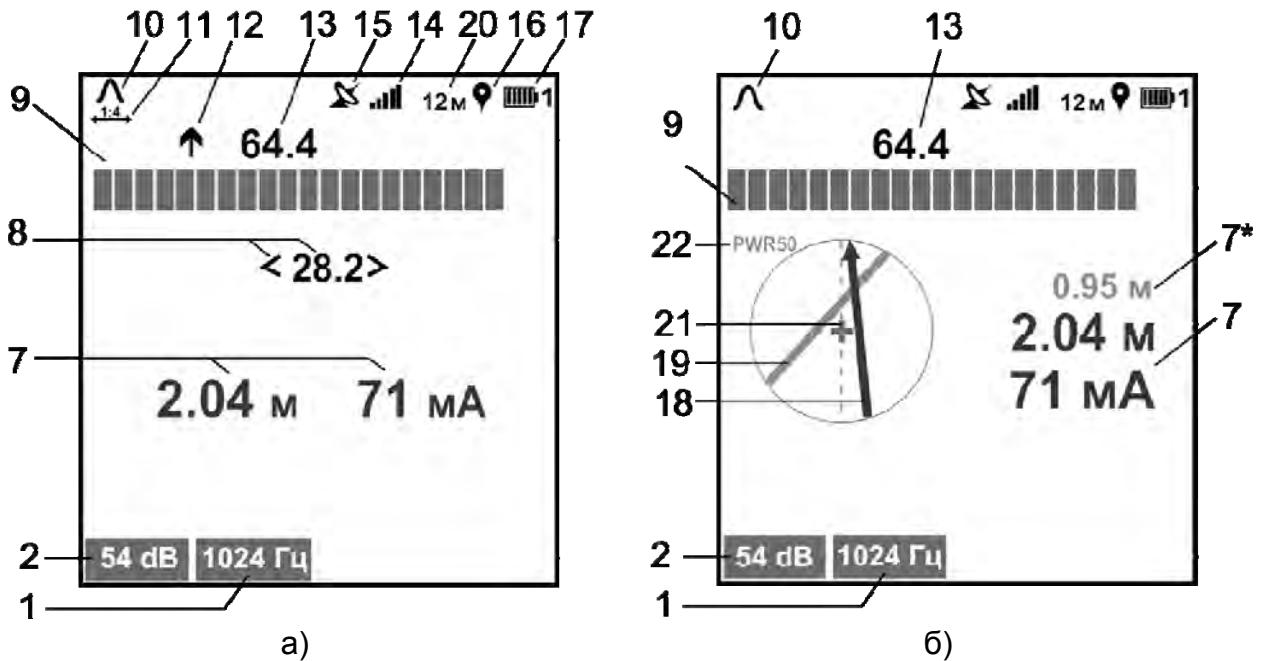

Рисунок 3.2 – Индикация приемника в режиме «ТРАССА»
- режим «ТРАССА» – для поиска коммуникаций с одновременным определением глубины её залегания, величины протекающего по ней тока рабочей частоты (рисунок 3.2а). Дополнительно при включенной функции «КОМПАС»,
отображается положение и направление коммуникации относительно приемника (рисунок 3.2б).
Примечание. Индикация значения уровня входного сигнала в «дБ» при поиске по «максимуму» и «минимуму» (соответственно поз. 13 и 8 на рис. 3.2) при перегрузке соответствующих им входных каналов меняет свой цвет на красный
При включенной опции «растяжка шкалы «максимум» 1:4» цена деления уменьшается в четыре раза, тем самым увеличивая разрешающую способность шкалы. При этом на экране отображается символ  (поз. 11 на рис. 3.2), под шкалой «максимум» появляется желтая полоса, указывающая положение окна растяжки относительно исходной (нерастянутой) шкалы.
Коммуникация схематически отображается на индикаторе в виде линии – указателя положения коммуникации (поз. 18 рис. 3.2б и 3.3б). Одновременно с этим в режиме «ТРАССА» на индикаторе отображаются шкала «максимум» и уровень входного сигнала, в режиме «ТРАССА-ДАТЧИК» отображаются шкала и уровень входного сигнала по входу «ДАТЧИК», а также его относительная полярность.
По мере продвижения по трассе ориентируйте приемник относительно коммуникации таким образом, чтобы на экране указатель положения коммуникации (поз. 18 рис. 3.2б) совпадал с осью приемника (поз. 21 рис. 3.2б).